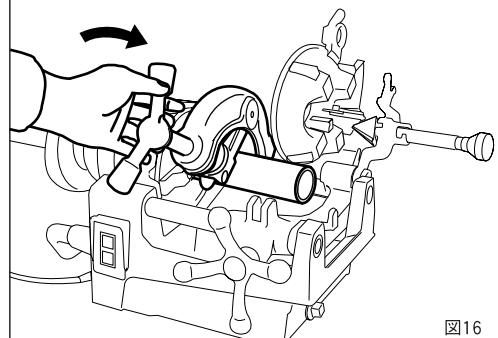

図16
- ① 使用しないダイヘッド・リーマを起こしてください。
- ② パイプの切断箇所を定めてパイプをしっかりと固定します。
- ③ パイプカッタをパイプ径より大きくひらいて図のようにあてがい、パイプの切断箇所にカッタの刃を合わせてハンドルでローラーと刃がかるくあたるところまでかづけてください。
- ④ スイッチを入れ、カッタハンドルをパイプ1回転で1/2以内の割合いでまわしてください。(図16) 切断のときに最初から強い力で切り込むと、パイプの切り口がだ円形にゆがみ、正しい真円のねじが切れない場合がありますから、切り始めは、軽く締めつけながら徐々に切断してください。